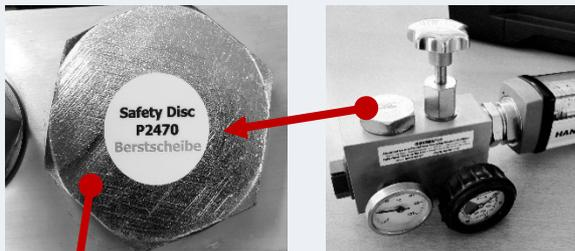

Abbildung 11: Leistungsmessgerät mit Berstdrucksicherung
1. Verschlusschraube aus Leistungsmessgerät entfernen siehe (*Abbildung 11/ 12*)